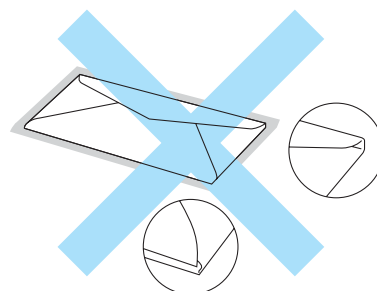

Figure 1-9
- dont chaque bord est plié comme illustré à la Figure 1-9.